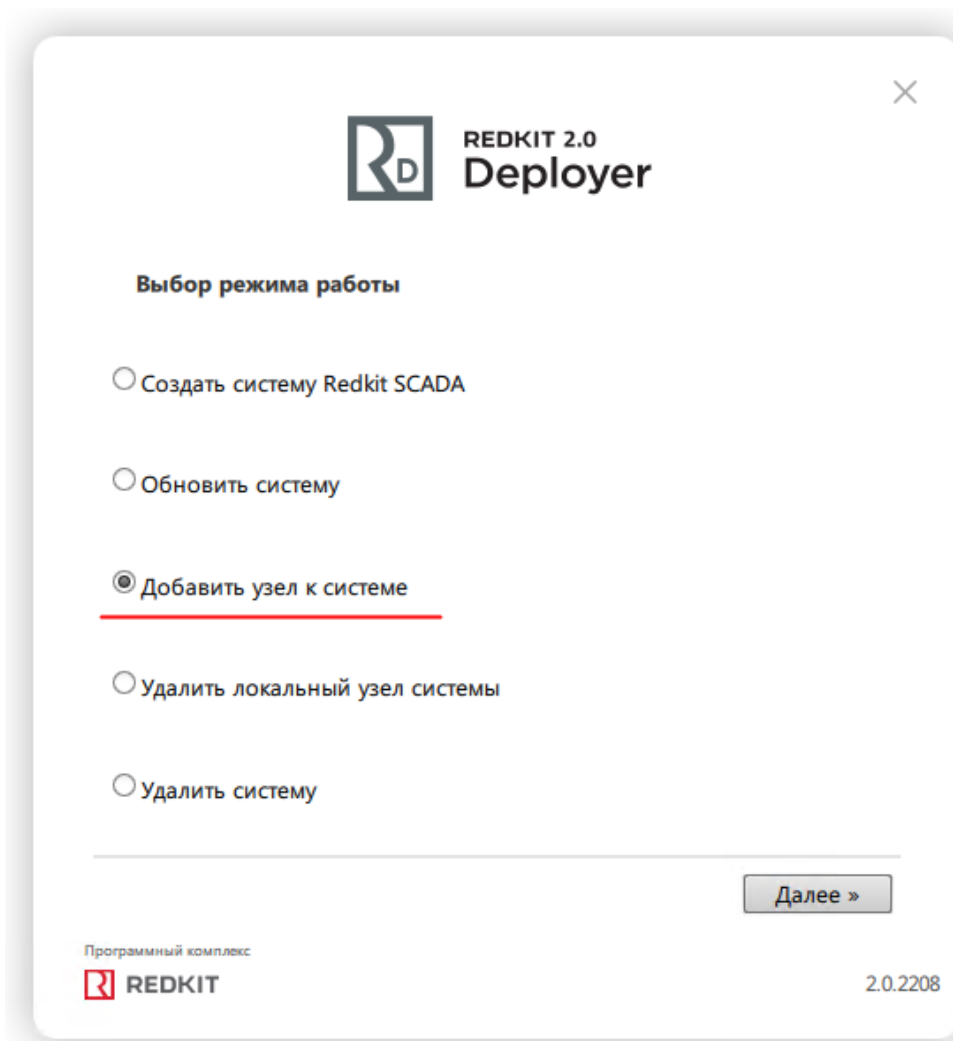

Рисунок 55 - Выбор режима работы
3. Выберите режим работы **Добавить узел к системе** и нажмите **Далее** (Рисунок 55).